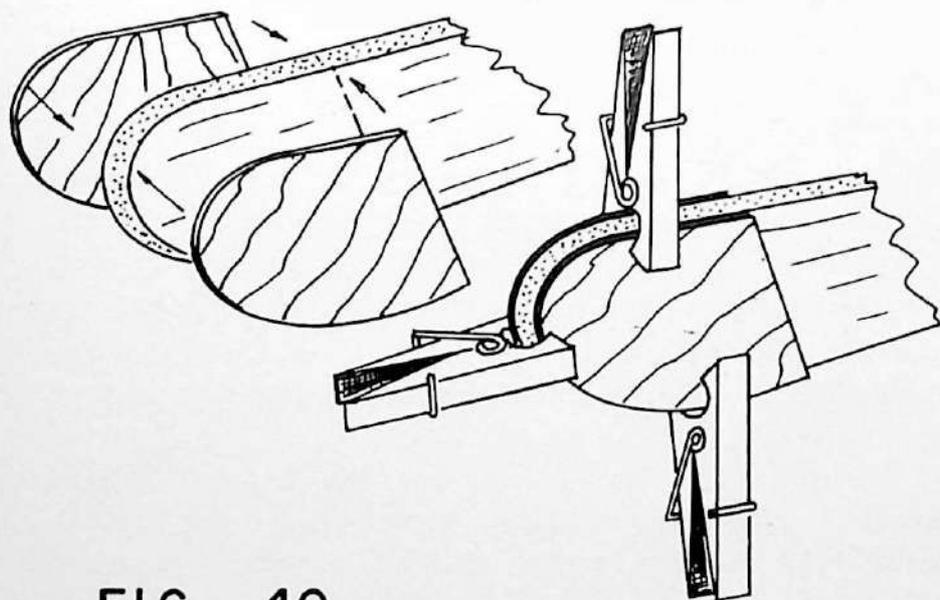

FIG. 40
5) *mollette da bucato*, per tenere stretti alcuni pezzi durante l'incollaggio (fig. 40);